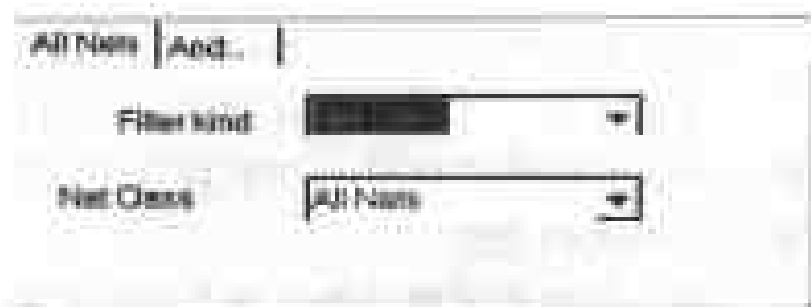

图 9-9 设定 Net Class
- Net Class (网络群组) 项。如果选择了 Net Class 项, 程序将要求设置网络群组, 本栏位下方会多出一个 Net Class 栏位, 如图 9-9 所示, 这时就可在 Net Class 栏位中设定网络群组了。